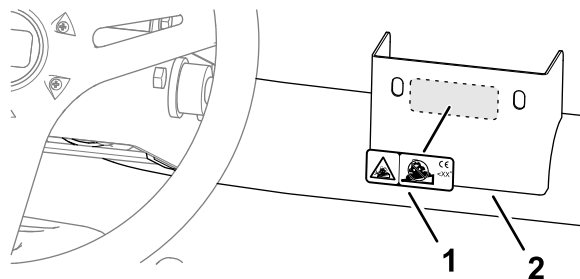

Рисунок 35
2. Снимите подложку и приклейте наклейку CE с предупреждением об опасности наклона к кронштейну (Рисунок 35).
1. Начисто протрите кронштейн рулевого рычага спиртом и дайте кронштейну высохнуть (Рисунок 35).